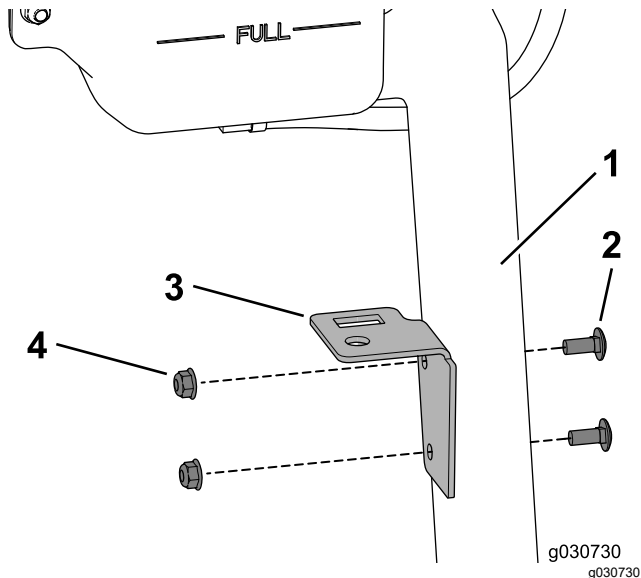

Figure 43
- Fixez la patte de montage du réservoir au support du réservoir de liquide de refroidissement à l'aide de 2 boulons de carrosserie (5/16" x 3/4") et 2 écrous à embase (5/16") (Figure 43).